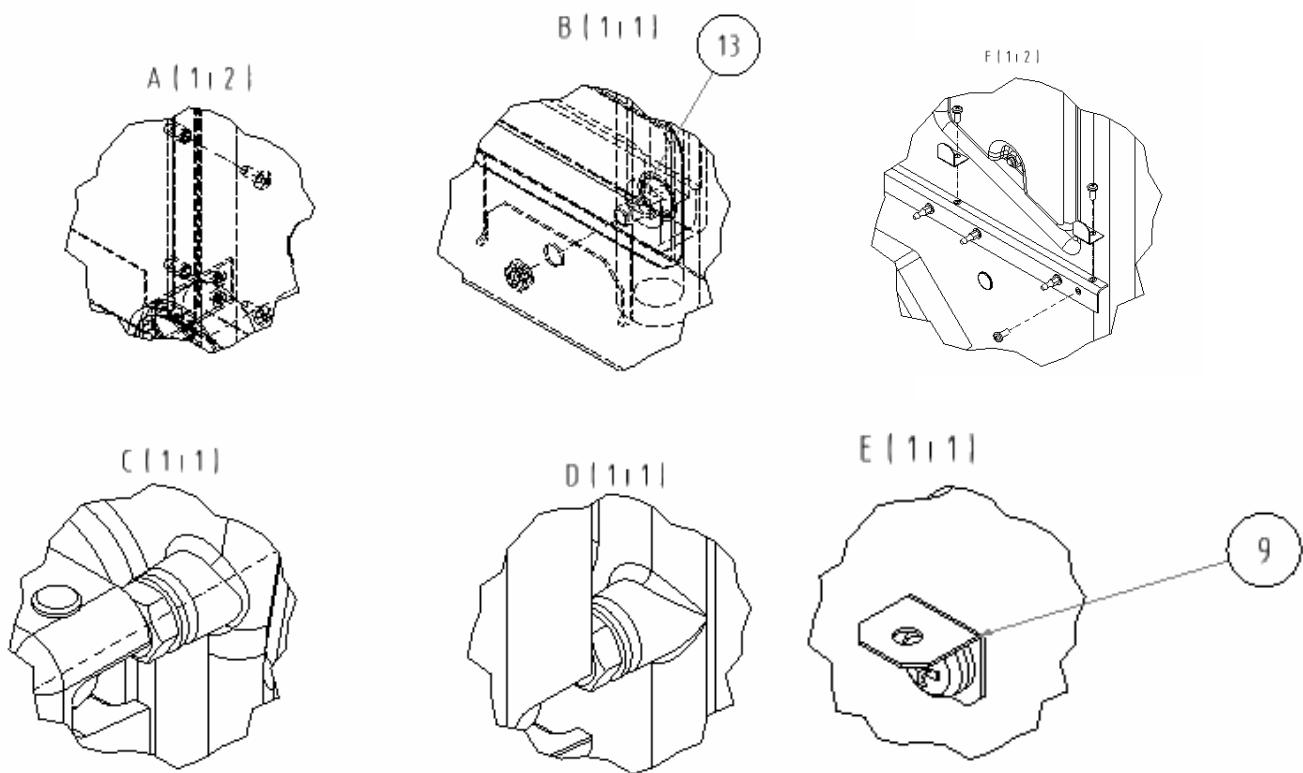

Рис. 7 Установка оболочки котла
3. По рис. 7 установить оболочку котла **Hercules U 24**.